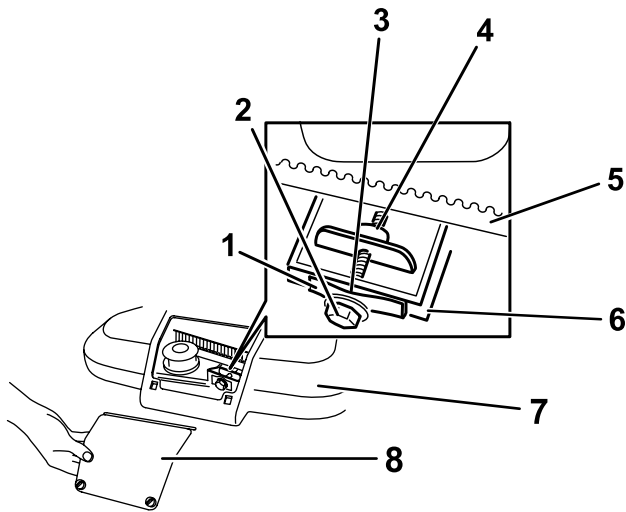

Bild 36
1. Lösen Sie die beiden Vierteldrehrauben an der Zugangsplatte für die Riemenabdeckung und nehmen Sie die Platte ab (Bild 36).
Hinweis: Wenn ein sichtbarer Abstand zwischen der Fühlerlehre und der Feder besteht, ziehen Sie die Einstellschraube und Mutter an, bis das Papier fast nicht mehr in den Abstand eingeschoben oder herausgezogen werden kann (Bild 36).